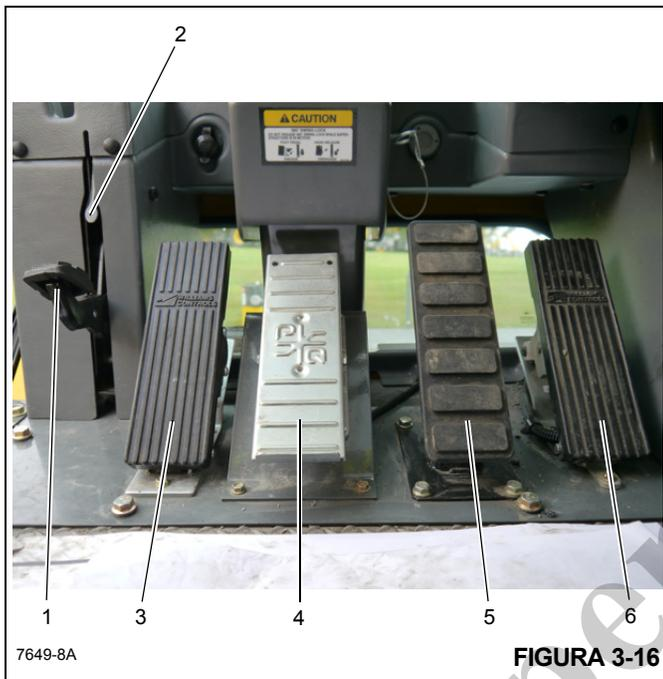

Figura 3-16 Números dos itens
O pedal da trava contra giro de 360° (1) (Figura 3-16) está localizado no lado esquerdo do piso da cabine do guindaste. O pedal é usado para acionar a trava contra giro para impedir que a superestrutura gire. Para liberar a trava contra giro, puxe a alavanca de liberação da trava contra giro de 360° (2).
O pedal do freio de giro (3) (Figura 3-16) localiza-se no lado esquerdo do piso da cabine. O pedal do freio de giro é usado para acionar o freio de giro para diminuir ou interromper o movimento de giro. A frenagem é proporcional ao pressionamento do pedal. Com o pedal não pressionado e a válvula de controle do freio de giro desengatada, a pressão hidráulica é aplicada ao freio vencendo a pressão da mola e soltando o freio. Pressionar o pedal aciona a válvula do freio de
O pedal de controle do telescópio (4) (Figura 3-16) é fornecido quando o guindaste está equipado com um guincho auxiliar. Localiza-se no meio do piso da cabine. Empurrar a parte superior do pedal para frente estenderá a lança e empurrar a parte inferior do pedal para baixo retrairá a lança.
O pedal do freio de serviço (5) (Figura 3-16) é o segundo pedal a partir da direita no piso da cabine. Pressionar o pedal controla o acionamento dos freios de serviço.
O pedal do acelerador (6) (Figura 3-16) localiza-se no lado direito do piso. Ele é usado para controlar a rotação do motor que aumenta ou diminui proporcionalmente com a pressão aplicada no pedal. O pedal é conectado eletricamente ao módulo de controle da superestrutura que envia o sinal ao ECM do motor através do data link J1939.